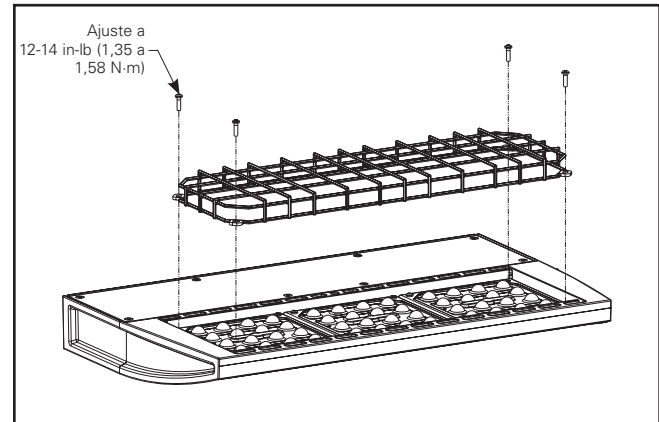

Figura 11.
1. Afloje y quite los (4) tornillos Torx de 8-32 existentes de la parte frontal del luminario (Figura 11).
3. Utilice los (4) tornillos Phillips de 8-32 proporcionados para ajustar el protector de cables en su lugar en cada cuadrado de LED.